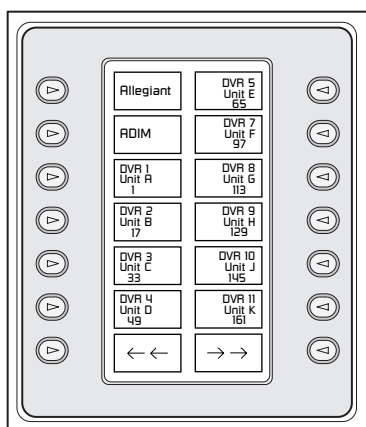

Figura 3-2 Menu principale di selezione del prodotto
1. Premere il tasto **PROD** per attivare la modalità di selezione prodotto. Il display a tasti soft mostra il menu di selezione prodotto (vedere la **figura 3-2**).
1. Premere il tasto **PROD** per visualizzare il menu di **selezione prodotto** (vedi Figura 3-2).